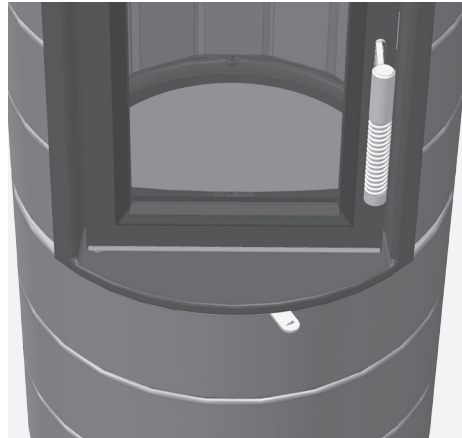

Fig. 4.6 Registre d'air de combustion : à droite = complètement ouvert
- Ouvrez complètement l'air de combustion en tirant le registre d'air complètement à droite (voir Fig. 4.6),